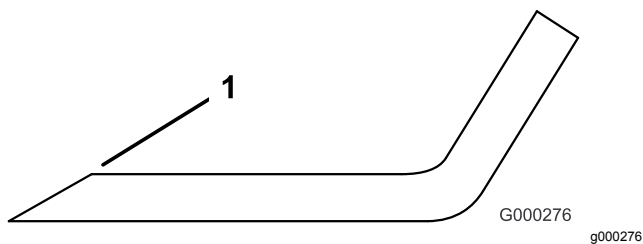

Bild 26
3. Prüfen Sie die Schnittkanten aller Messer und schärfen die Kanten, wenn sie stumpf sind oder Kerben haben (Bild 26).
Hinweis: Schärfen Sie nur die Oberseite der Schnittkante und behalten Sie den ursprünglichen Schnittwinkel bei, um die Schärfe des Messers zu gewährleisten (Bild 26). Das Schnittmesser bleibt ausgewuchtet, wenn von beiden Schnittkanten die gleiche Materialmenge entfernt wird.